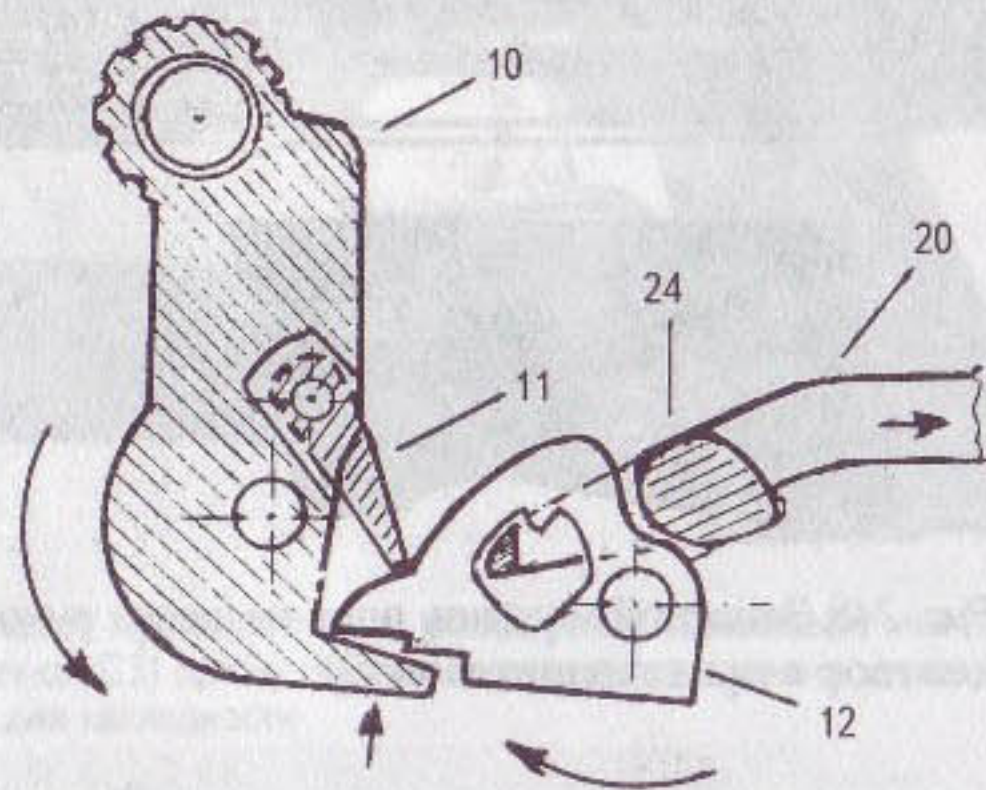
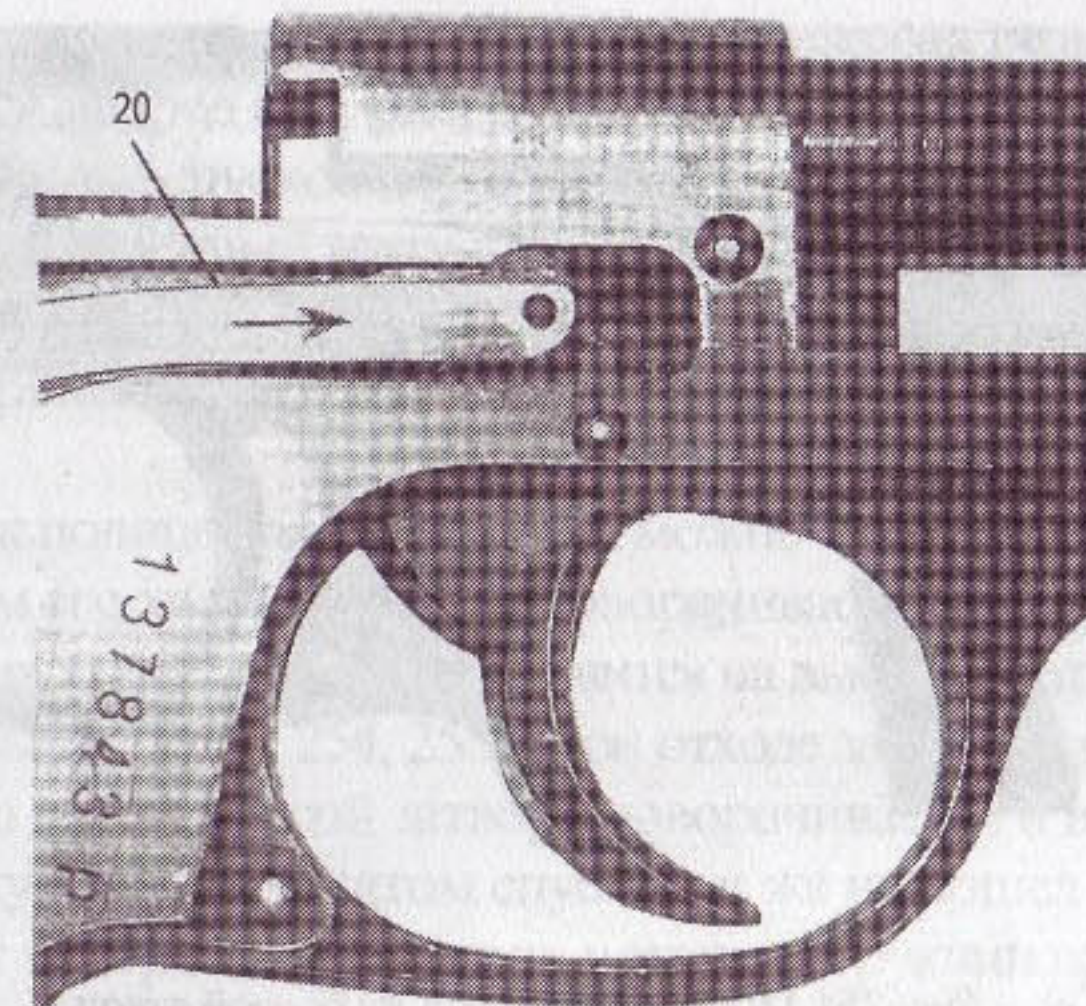
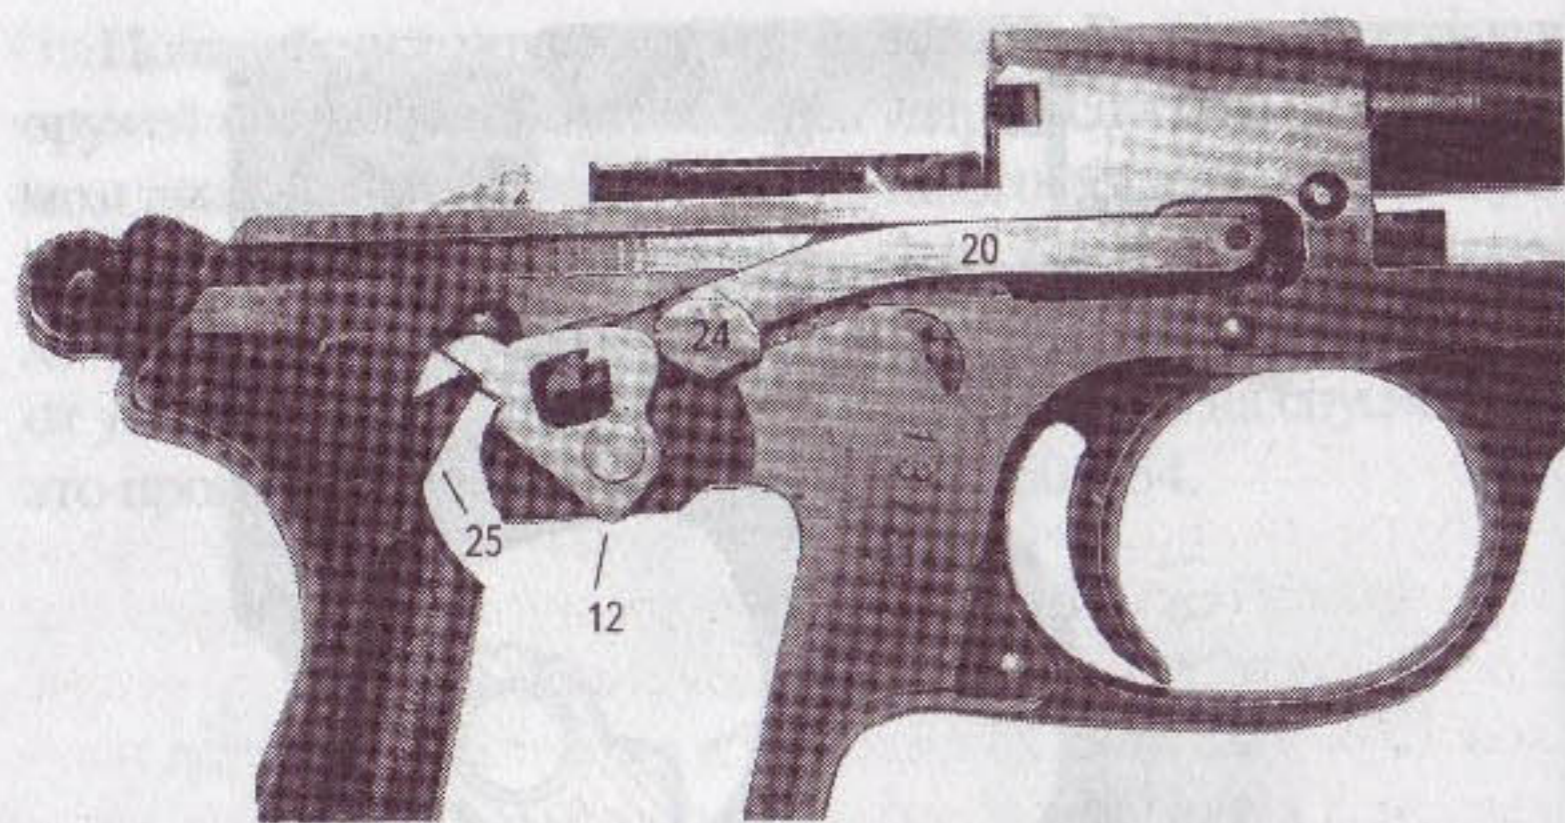

Рис. 250. Ударно-спусковой (стреляющий) механизм при спущенном курке
Рис. 252. Крепление спусковой тяги (20) к спусковому крючку
Рис. 254. Постановка курка на боевой взвод — на шептало спускового рычага (12)
Полицейский автоматический пистолет Вальтера впервые в оружейной практике был оснащен ударно-спусковым механизмом двойного действия, то есть из такого оружия можно стрелять как с предварительно взведенного курка, так и самовзводом. При стрельбе самовзводом курок взводится и спускается от усилия указательного пальца, работающего на спуске. Как это происходит, представлено на рис. 250–254.
Курок полицейского Вальтера можно взводить и вручную. При этом его хвостовик (25) поворачивает спусковой рычаг (12) по часовой стрелке и становится на выступ-шептало спускового рычага (рис. 254, 256). При отходе затвора назад после выстрела курок массой затвора поворачивается и взводится. Чтобы курок при нажатом спуске тут же не пошел вперед, а пистолет не стрелял очередями, в его конструкции предусмотрена простая и эффективная система разобщения. Разобщающий выступ (24 на рис. 250), расположенный на спусковой тяге (20 на рис. 252, 254), при движении затвора назад опускает спусковую тягу и разобщает ее со спусковым рычагом. Когда отпускается спуск перед очередным выстрелом, спусковая тяга вновь заскакивает в зацепление со спусковым рычагом.